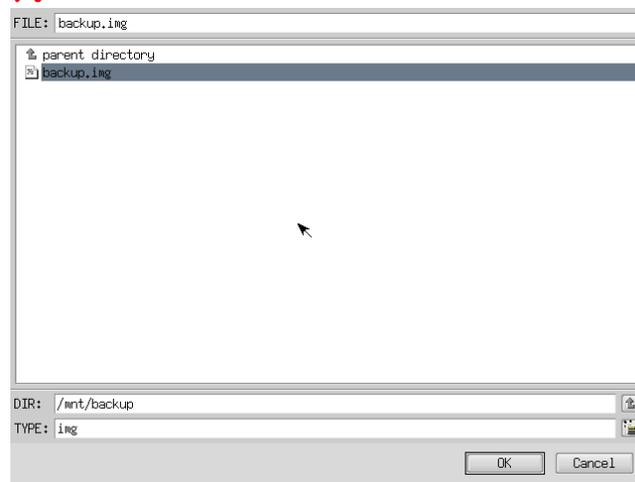

図 5-2-4-5. ファイル参照画面
- ⑨ ファイル参照画面（図 5-2-4-5）で指定したバックアップファイルが入力されていることを確認します。[次へ]ボタンを押します。